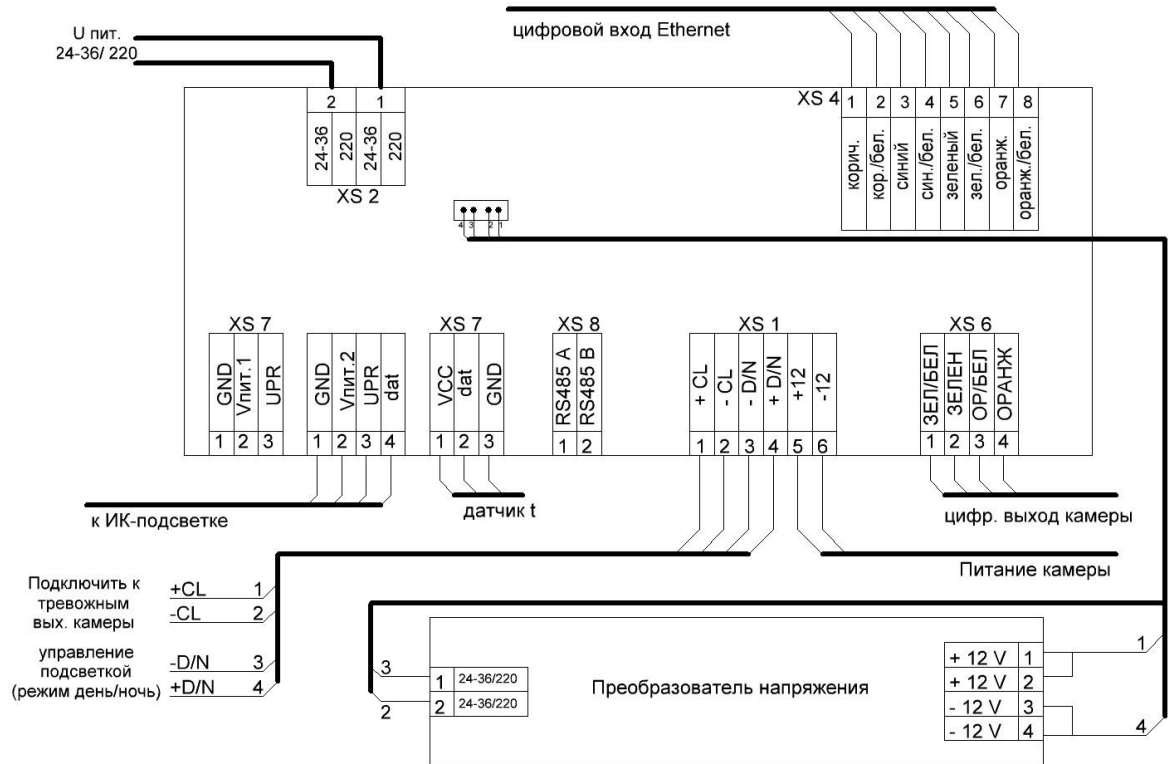
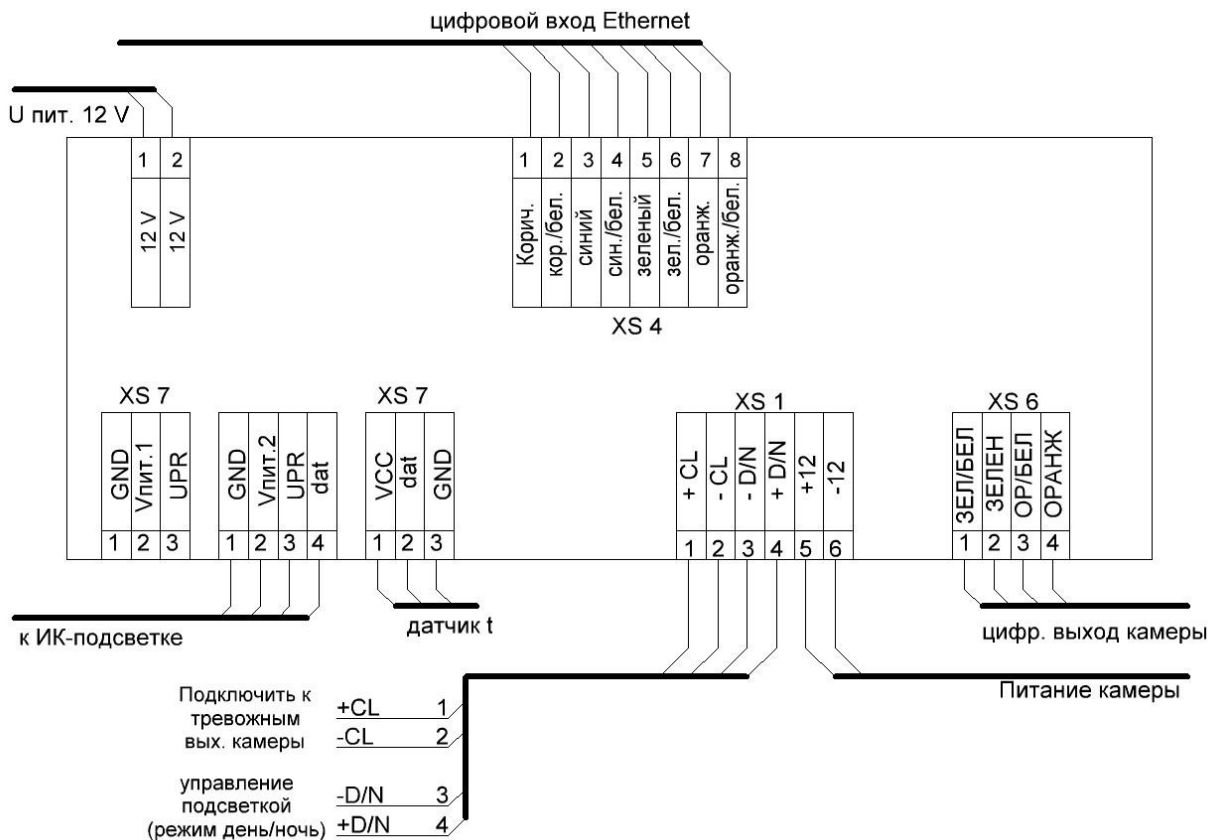

Рисунок 4.6 – Схема подключения термокожуха с напряжением питания 24–36 постоянного/переменного тока или 220 В переменного тока
Рисунок 4.7 – Схема подключения термокожуха с напряжением питания 12 В постоянного тока
7. Подключите видеокамеру к электронной плате согласно схеме подключения (Рисунок 4.6, Рисунок 4.7).
8. Через кабельные вводы заведите питающий и сигнальный кабели, подключите к универсальной плате (Рисунок 4.6, Рисунок 4.7).